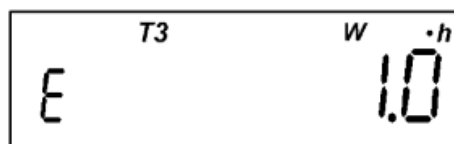

Рисунок 16
- количество потребленной активной энергии (отображаются мнемоникой "*W·h*") (Рисунок 16):